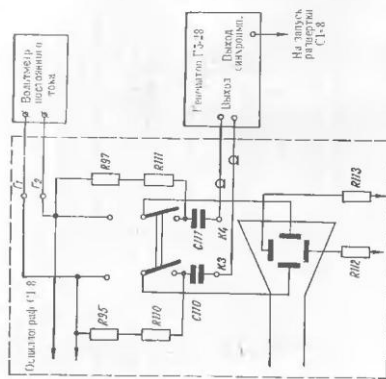

Рис. 3. Схема осциллографа РА-1.8 для измерения максимальной амплитуды импульсов
- осциллограф СИ-8, который должен иметь клеммы для непосредственного подключения к его пластинам (рис.3);
n - число последовательно снятых отсчетов. Для проверки максимальной амплитуды импульсов применяется специальный осциллограф СГ-8, который отличается от обычного наличием двух клемм (II и I2) для подключения внешнего вольтметра постоянного тока непосредственно к отклоняющим пластинкам осциллографа. Схема переключения части осциллографа приведена на рис.3. Все измерения производятся при частоте повторения импульсов 5 кГц. Длительность импульса, его фронт и спад измеряются с помощью прибора И2-9А.